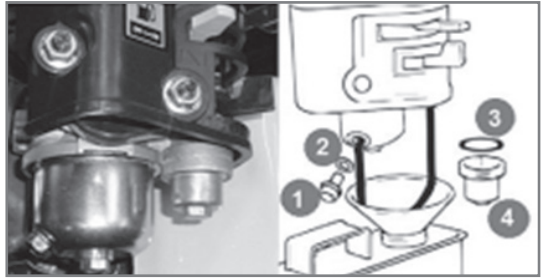

Рис. 20 Обслуживание фильтра отстойника
- в. Выкрутите винт 1 сливного отверстия на 2-3 оборота и слейте топливо из поплавковой камеры карбюратора (Рис. 20).